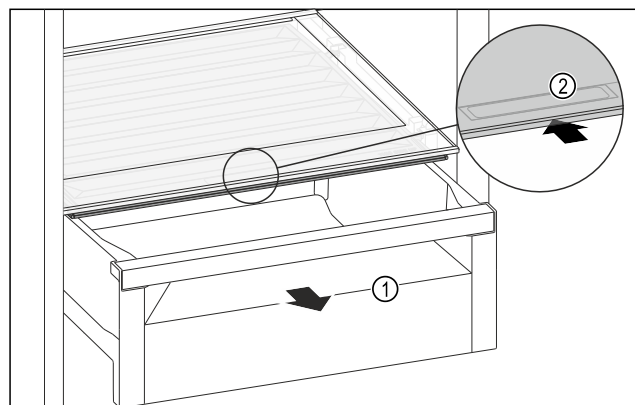

Fig. 109
- Schubfach Fig. 109 (1) herausziehen.
- ▶ Griffmulde *Fig. 109 (2)* am Fachdeckel anfassen und Fachdeckel gleichzeitig nach hinten schieben.